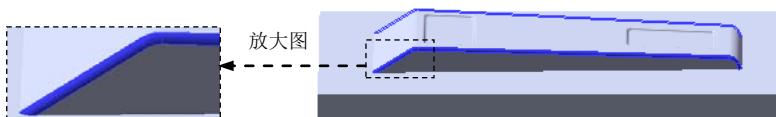

图 12.2.29 圆角 8
Step16. 创建图 12.2.29 所示的圆角 8。
(1) 选择命令。选择下拉菜单 **插入(I)** → **特征(E)** → **圆角(U)...** 命令（或单击 按钮），系统弹出“圆角”对话框。